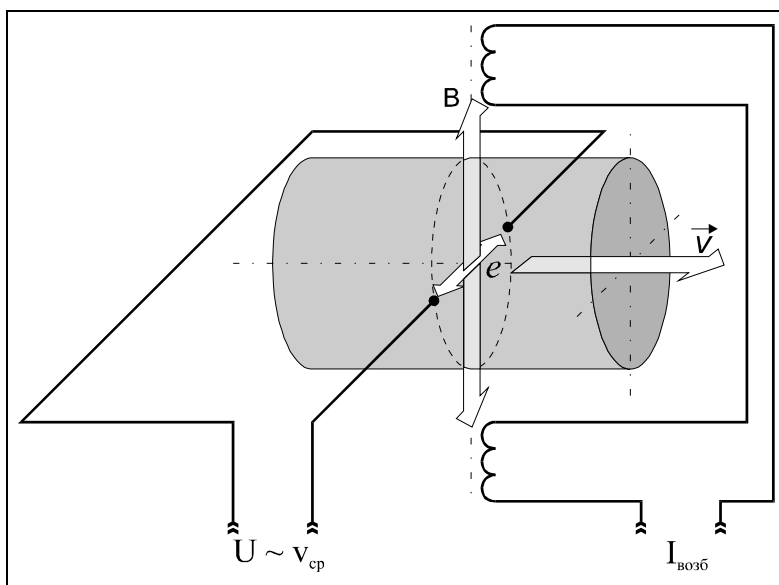

Рисунок 1. Принцип работы счетчика-расходомера.
4.1. Принцип работы счетчика-расходомера основан на явлении электромагнитной индукции (**Рисунок 1**): при прохождении электропроводящей жидкости через магнитное поле, в ней, как в движущемся проводнике, наводится электродвижущая сила (ЭДС), пропорциональная средней скорости жидкости.